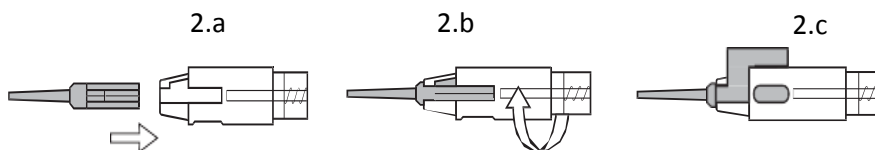

Fig. 2
10. Вставить закрытый картридж в приемное устройство корпуса инъектора и зафиксировать его осторожным поворотом крылышек, как показано на рис. 2.